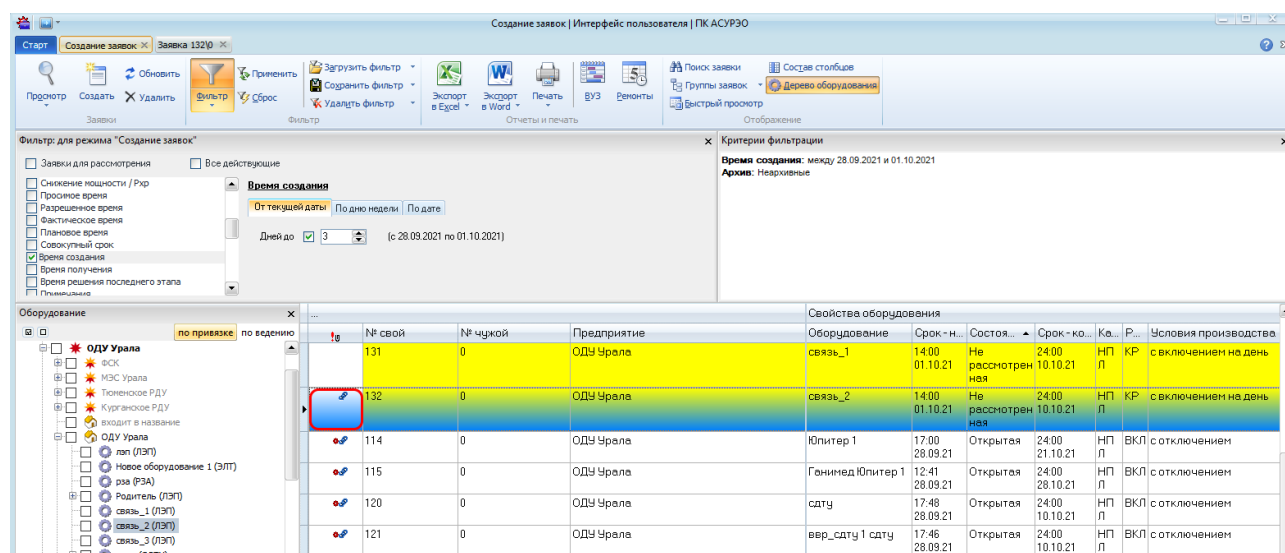

Рисунок 11.52 – Отображение пиктограммы в служебном столбце
- заявка будет выделена в списке пиктограммой «🔗» в служебном столбце (Рисунок 11.52);